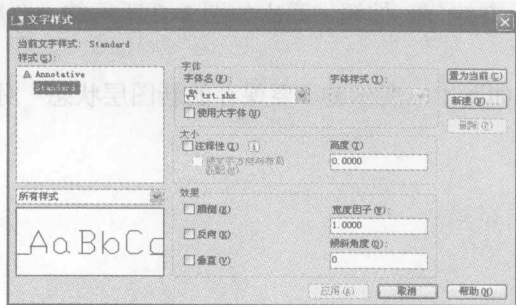

图 1-12 “文字样式”对话框
1) 单击“文字”工具栏或“样式”工具栏中的“文字样式”  按钮，或选择“格式”→“文字样式”命令，弹出如图 1-12 所示的“文字样式”对话框，系统默认的文字样式名为 txt.shx。